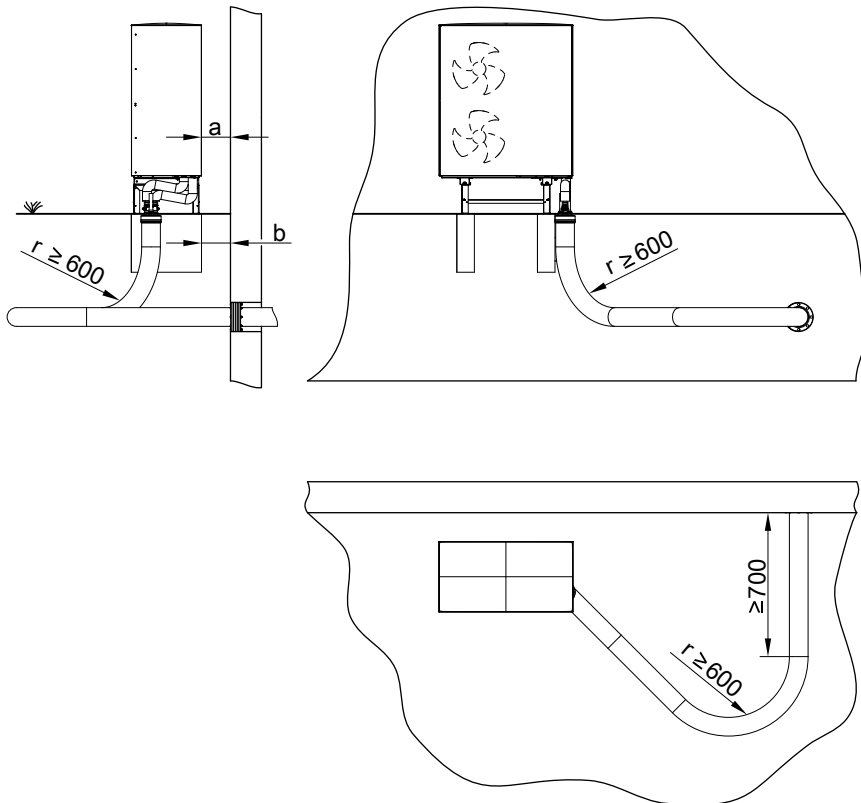

Abb. 2
- Um den Abstand zwischen der Außeneinheit und dem Gebäude zu reduzieren, kann die Quattro-Verbindungsleitung auch in einem Graben mit Biegung verlegt werden: Siehe Abb. 2.